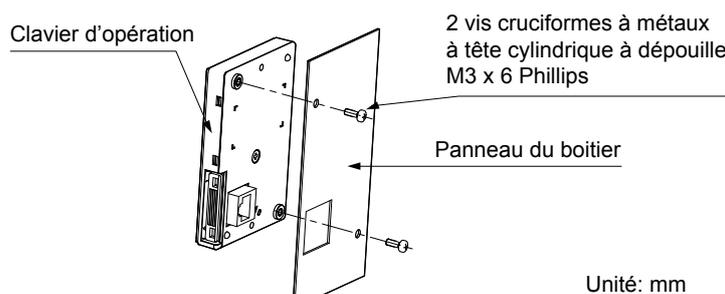

Figure 2.9 Installation externe/vissage
- Positionner le clavier d'opération, afin que l'affichage soit orienté vers l'extérieur et le monter sur le panneau du boîtier comme indiqué dans la Figure 2.9.